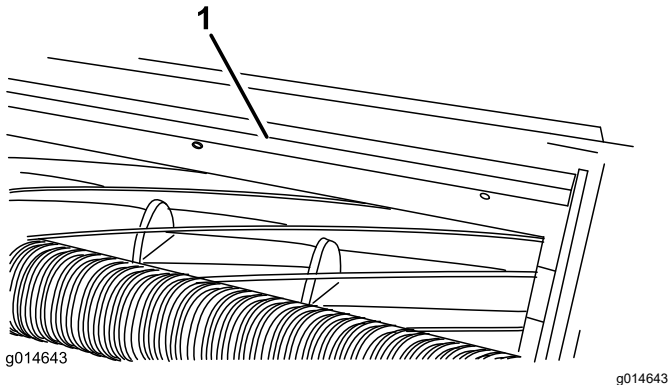

Рисунок 4
1. Ослабте гвинти, що кріплять верхню планку (Рисунок 4) до різального блока.